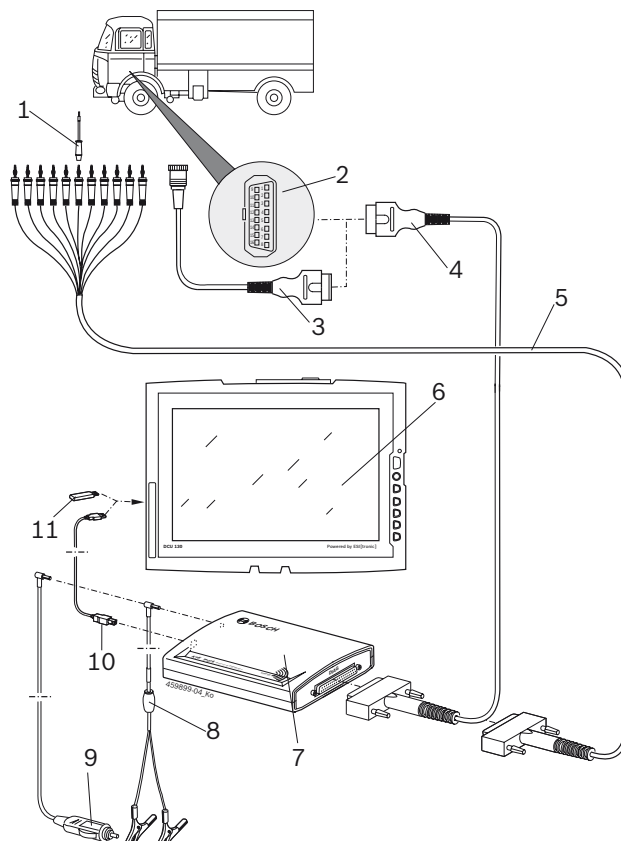

Abb. 3: Esquema de ligações KTS Truck
- Cabo de diagnóstico OBD (fig. 3, pos. 4)
- Cabo de diagnóstico OBD e adicionalmente através de um cabo adaptador específico do veículo (fig. 3, pos. 3) (acessório especial)
- Cabo adaptador universal (fig. 3, pos. 5).